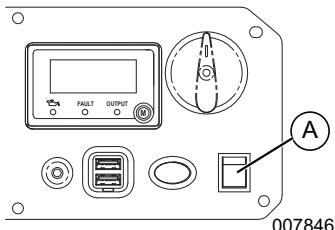

Imagen 3-4. Pulsar el interruptor de encendido/apagado
- Mantenga pulsado el interruptor de encendido/apagado en la posición ON. Consulte la **Imagen 3-4** (A). Suelte el interruptor cuando arranque el motor.